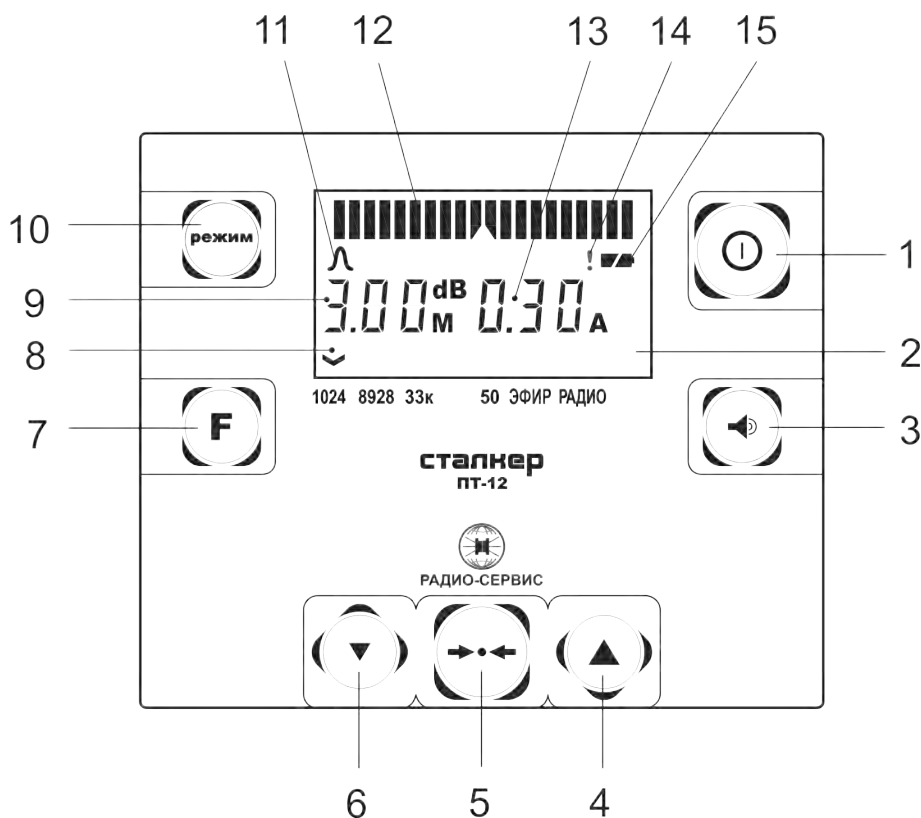

Рисунок 1.4.2 – Передняя панель приёмника
2.2.1 Включение и выключение приемника осуществляется нажатиями кнопки «**I**» (см. рисунок 1.4.2, поз. 1). После включения на индикаторе в течение 2 секунд отображается (слева направо) номер версии микропрограммы и уровень напряжения на источнике питания: при напряжении менее 5,8 В необходимо зарядить аккумулятор (см. п. 2.2.2) или заменить батареи в батарейном отсеке (см. п. 6.3).
Далее во время работы приемника уровень напряжения питания отображается в виде символа «Батарея» (см. рисунок 1.4.2, поз. 15): «полная батарея» – аккумулятор полностью заряжен, «половина батареи» – аккумулятор частично разряжен. При снижении напряжения питания ниже 5,8 В, символ батареи начинает мигать.
Процесс заряда аккумулятора отображается заполнением шкалы уровня сигнала (см. рисунок 1.4.2, поз. 12) на индикаторе. По завершению зарядки шкала горит постоянно.
Находясь над осью трассы следует нажать кнопку « $\rightarrow \bullet \leftarrow$ », при этом на линейной шкале отобразится 15 ± 1 деление. Затем однократно нажмите на кнопку увеличения усиления (поз. 4 рис.1.4.2), чем будет увеличено усиление приемника на 6 дБ (в 2 раза). Перемещаясь перпендикулярно оси трассы в одну и другую сторону найти такие положения, в которых уровень сигнала на линейной шкале будет таким же, каким над осью трассы до увеличения усиления, т.е. на линейной шкале будет отображаться так же 15 ± 1 деление. Расстояние между двумя этими положениями будет равно удвоенному расстоянию от приёмника до оси коммуникации.